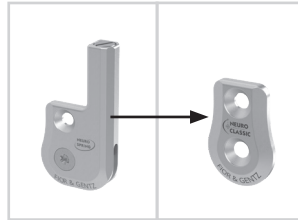

Fig. 25
- 2 Monter dekkplaten til systemleddet **NEURO CLASSIC** i passende systembredde (fig. 25).